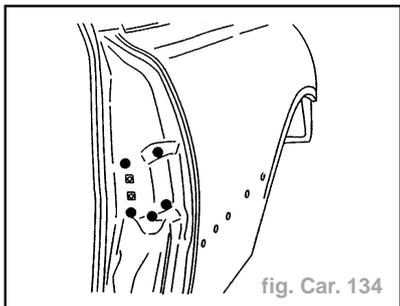

fig. Car. 134
- Poser et souder par points électriques le renfort fixation gâche de porte (avec l'équipement **AB1**) (fig. Car. 134).